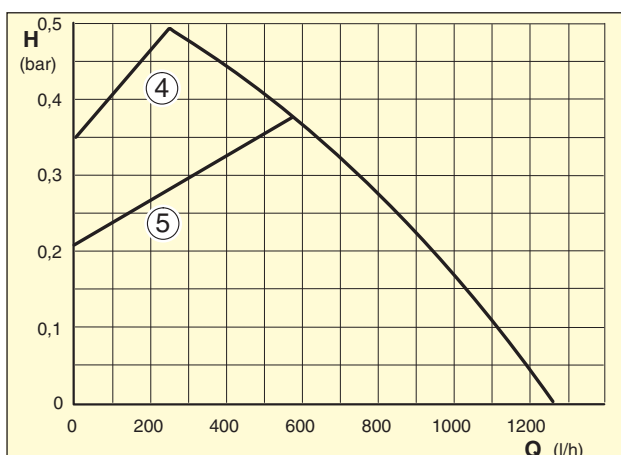

Bild 7 Proportionaldruck
- Proportionaldruckkennlinien: angepasste Differenzdruckregelung, d. h. Förderhöhe nimmt mit abnehmendem Förderstrom **proportional** ab (Bild 7).